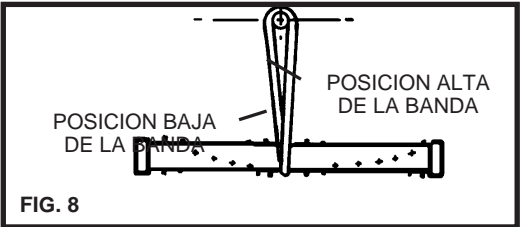

FIG. 8
5. Tuerza la banda hacia la derecha y acomódela alrededor de la tuerca del motor. La parte alta de la banda debe localizarse del lado derecho y la parte baja del izquierdo (fig 8). Observe los gravados en el chasis y asegúrese que la banda queda como se indica.